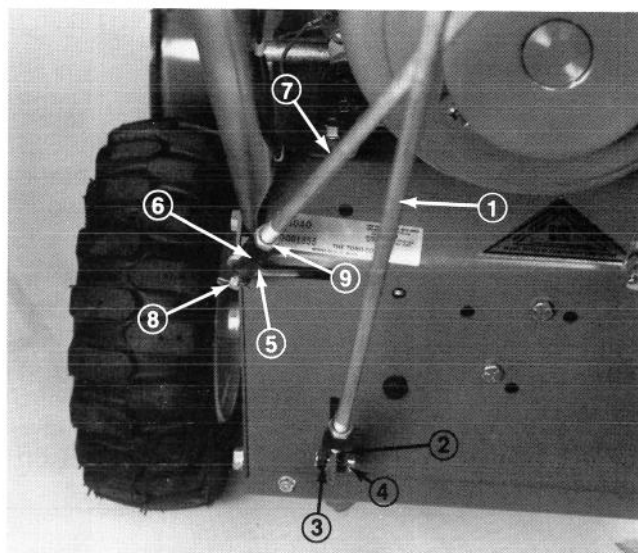

Figure 35
6. Desserrez l'écrou de blocage de l'étrier en bas de la plus longue des tiges de commande des roues (Fig. 35). Ensuite, enlevez la goupille fendue et la cheville d'étrier retenant l'étrier au bras de tringlerie (Fig. 35). Si la roue de commande de caoutchouc est trop proche de la poulie avant, allongez la tige en tournant l'étrier (Fig. 35) d'un tour complet vers la gauche. Au contraire, si la roue de caoutchouc est trop proche du disque de friction arrière, raccourcissez la tige en tournant l'étrier (Fig. 35) d'un tour complet vers la droite.
8. Passez la commande des roues au point mort (N). Raccordez ensuite l'étrier au bras de tringlerie à l'aide de la cheville d'étrier bloquée par une goupille fendue (Fig. 35). Serrez aussi l'écrou de blocage sur le dessus de l'étrier (Fig. 35). Enfin reposez la plaque de protection arrière à l'aide des quatre vis taraudeuses et ramenez la déneigeuse à sa position normale.